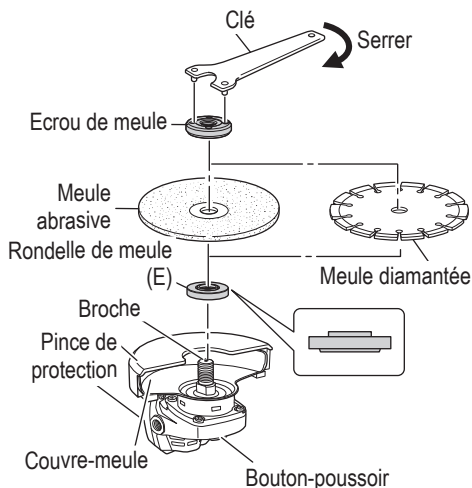

Fig. 20
- (5) Tout en poussant sur la bouton-poussoir avec une main, verrouiller l'arbre en tournant doucement la meule à tronçonner/diamantée avec l'autre main. Serrer l'écrou de meule en utilisant la clef fournie comme montré sur la Fig. 20.